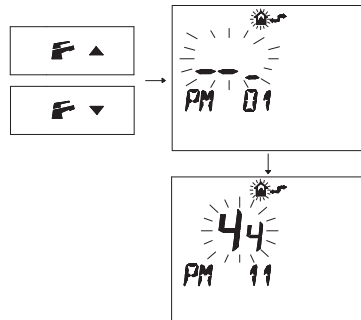

Fig. 5.57
- Premere i pulsanti F \blacktriangledown o F \blacktriangle per visualizzare la programmazione "PM11" della postcircolazione pompa (Fig. 5.57).